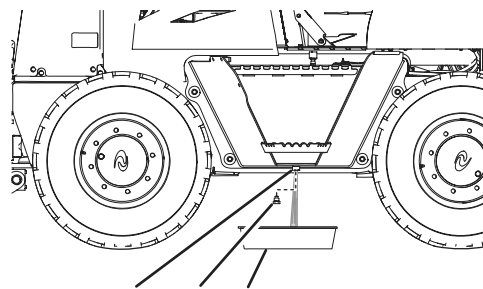

Bild 53
2. Schrauben Sie die Ablassschraube aus dem Kraftstofftank und lassen Sie das Wasser ab (Bild 53).
3. Wenn sauberer Kraftstoff austritt, setzen Sie die Ablassschraube ein und ziehen sie an (Bild 53).